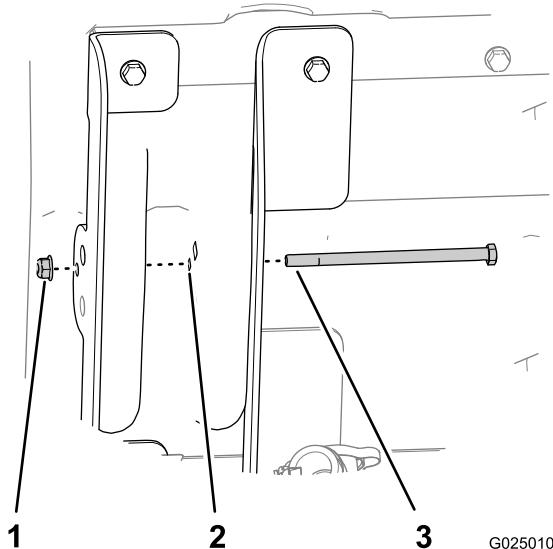

Bild 16
7. Stecken Sie die Sechskantschraube (5/16" x 5-1/2") durch das 7,9 mm große Loch in der inneren Hubhalterung (lange Flansche), durch die Ladepritschenstruktur und durch die äußere Hubhalterung der Ladepritsche (lange Flansche), wie in Bild 16 abgebildet.
8. Befestigen Sie die Schraube mit der Bundmutter (5/16") und ziehen Sie mit der Hand an (Bild 16).
11. Ziehen Sie die Bundmutter an, mit der die Schraube (5/16") befestigt ist, bis sie bündig ist (Bild 16).